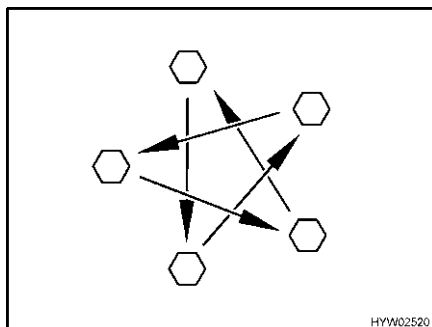

Bild 280 Radmuttern oder Radschrauben über Kreuz anziehen
- Radmuttern oder Radschrauben regelmäßig auf festen Sitz prüfen. Radmuttern oder Radschrauben eines ausgewechselten Rades nach 50 km über Kreuz nachziehen (Bild 280). Anziehdrehmoment siehe Abschnitt 13.5.2.
- ▷ Radmuttern oder Radschrauben über Kreuz anziehen (Bild 280).